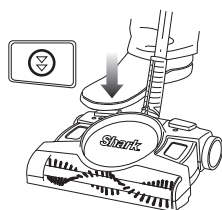

Fig. 4
- 2 Vous pouvez régler la vitesse du rouleau de la brosse en fonction de la surface à nettoyer. Appuyez sur le bouton à droite (le bouton opposé à l'interrupteur d'alimentation) pour passer d'une vitesse à l'autre. Un témoin allumé indique la vitesse optimale pour nettoyer des planchers nus et deux témoins allumés indiquent la vitesse optimale pour nettoyer des tapis ou des sols nus couverts de débris plus gros. (fig. 4)